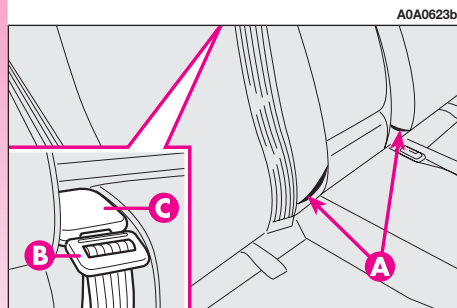

fig. 20
— vérifier que les boucles des ceintures de sécurité latérales soient introduites dans les poches correspondantes sur le dossier (A-fig. 20) et la languette (B) de la ceinture centrale abdominale soit introduite dans le support (C).